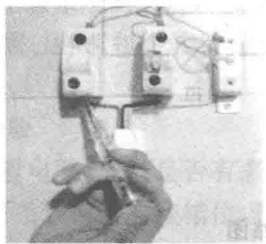

图 1-22 电笔检查相线
(1) 断路:相线、零线均可能出现断路。断路故障发生后,负载将不能正常工作。产生断路的原因主要是:熔丝熔断、线头松脱、断线、开关没有接通、铝线接头腐蚀等。断路故障的检查方法为:如果灯泡不亮,应首先检查是否灯丝烧断;若灯丝未断,则应检查开关和灯头是否接触不良、有无断线等。为了尽快查出故障点,对插入式熔断器可直接取下观察内装的熔丝有无熔断,也可用电笔测量输出电压,按图 1-22 所示方法握电笔分别测试两熔断器的下桩头。测量时,正常情况相线(火线)端电笔应发光,零线端应不发光,如测出的情况与上述不同,则熔断器熔丝熔断,取下后更换熔丝即可。